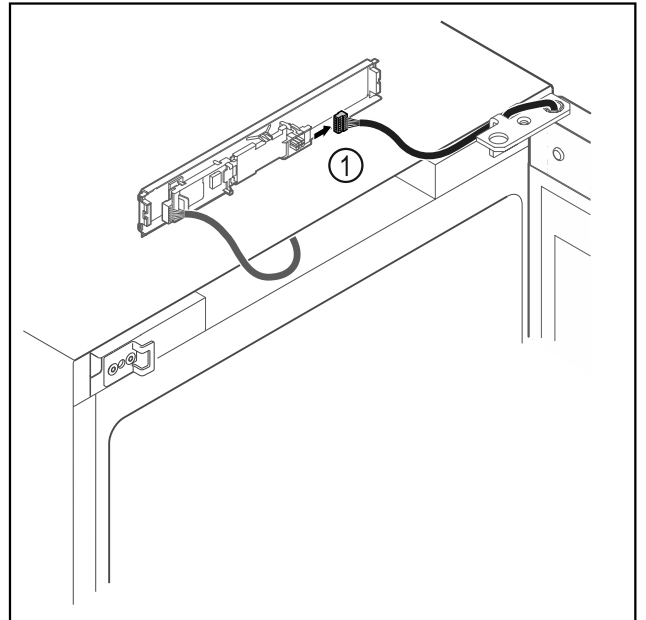

Fig. 8
- Αποσυνδέστε το φίς Fig. 8 (1) από την πλάκατα.